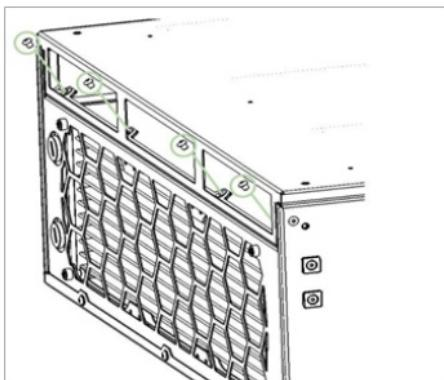

Рисунок 43 – Извлечение винтов фиксации нижней задней крышки с корпусом
- открутите шестигранным ключом $s2$ четыре винта M3 с полукруглой головкой, фиксирующих заднюю нижнюю крышку с корпусом (рисунок 43);